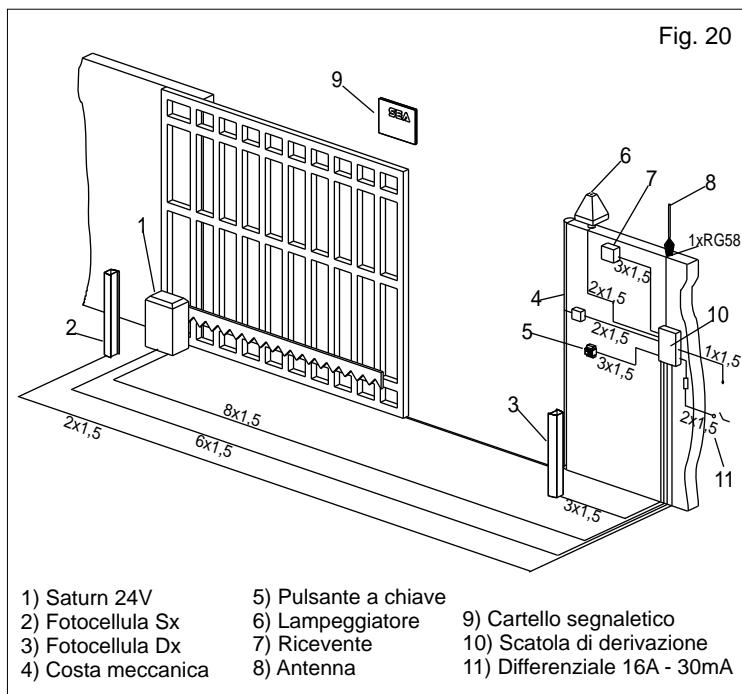

Fig. 20
10. COLLEGAMENTI ELETTRICI DELL'IMPIANTO (Fig. 20)